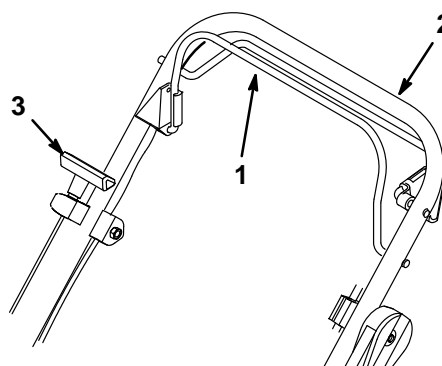

Figure 10
3. Serrer la barre de commande de lame contre le mancheron (Fig. 10).
4. Tirer lentement la poignée du lanceur jusqu'à ce qu'on sente une résistance, puis la tirer vigoureusement (Fig. 10). Laisser la poignée du lanceur revenir lentement jusqu'au mancheron.